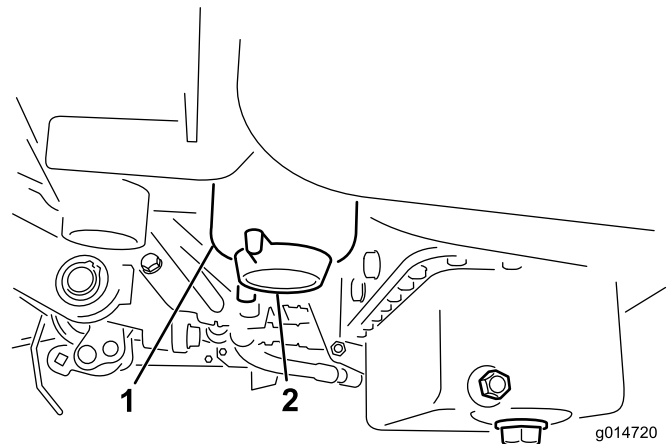

Figura 30
3. Aprite il tappo di spurgo sul filtro del carburante di circa un giro e lasciate fuoriuscire l'acqua accumulata (Figura 30). Serrate il tappo dopo lo spurgo.